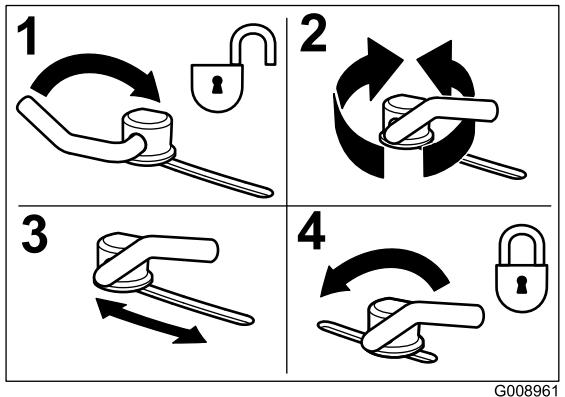

Figura 14
1. Para ajustar los bloques de leva, levante la palanca para aflojar el bloqueo de leva (Figura 14).
3. Devuelva la palanca a su posición original para apretar el deflector y los bloques de leva (Figura 14).